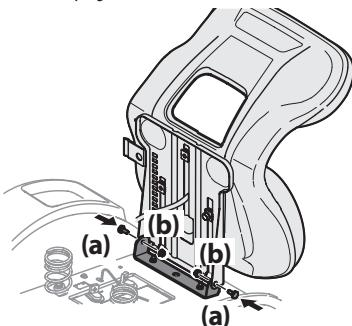

Figura 6
4. Luego, con los tornillos con reborde (a) y las tuercas de seguridad con brida (b) previamente quitados, asegure un lado del asiento y soporte del asiento. Mientras sostiene el asiento, quite el destornillador Phillips y asegure el otro lado del asiento. Tenga cuidado de no doblar o dañar el mazo de cables mientras instala el asiento. Consulte la Figura 6. Ajuste hasta 84-103 pulgadas-libras (10-12 N·m).